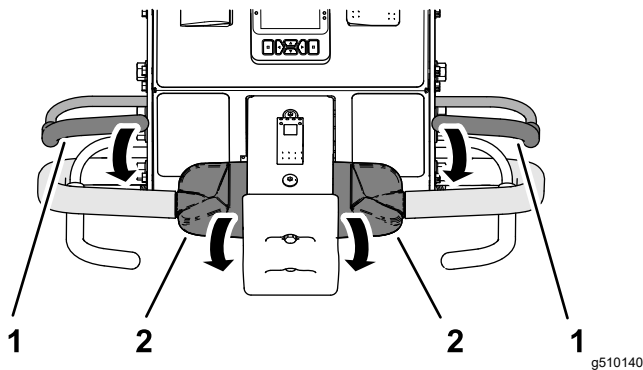

Bild 35
1. Halten Sie einen der beiden Schaltbügel am Lenker fest und drehen Sie den oberen Teil des Fahrtriebshebels nach vorne (**Bild 35**).